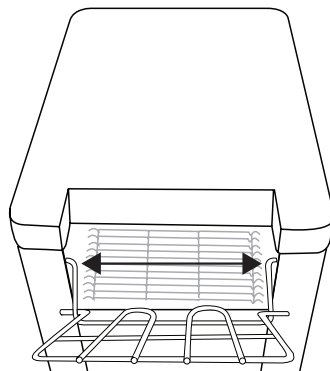

Fig. 1
2. Apoye las patas en la parte exterior del aparato **[Fig. 1]**.